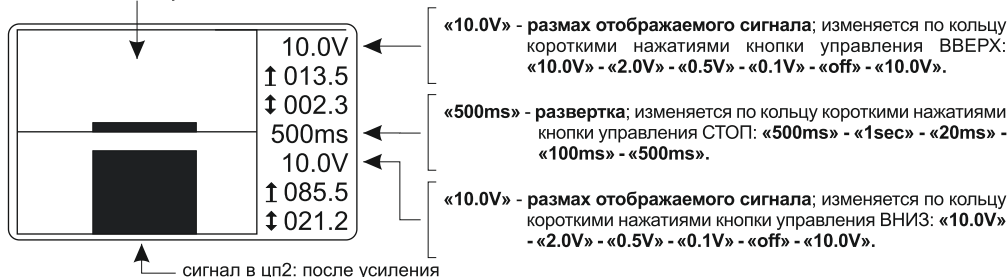
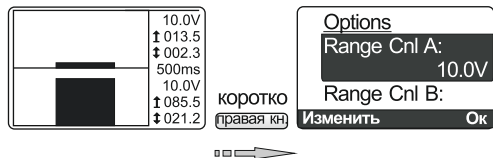

Рисунок 54 Отображение информации на экране центрального пульта2 в режиме анализатора сети для оценки уровня сигнала
Рисунок 55 Выбор опций в режиме анализатора сети для оценки уровня сигнала
- На экране центрального пульта2 Nero II 8450-50M отображается уровень сигнала на фоне шума (см. рис. 54):
- Для отображения уровня сигнала в центра экрана необходимо установить развертку «500 ms» (см. рис. 54) и выбрать пункт «Sync From Packet» (см. рис. 55).